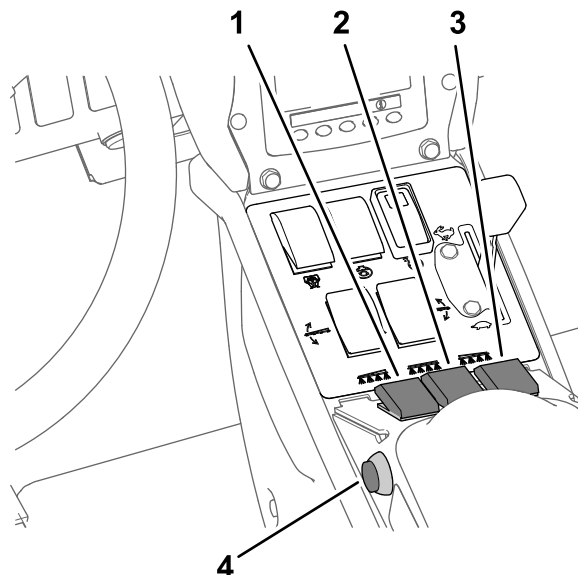

図 41
7. 個別ブームスイッチを ON にセットする図 41。
10. 走行を開始し、所定速度に達したらマスターブームスイッチを ON にすると散布が始まる図 41。
3. マスターブームスイッチを OFF にセットする 図 41 散布率モードでの散布 (ページ 32) を参照。
7. 散布したいブームのスイッチを ON 位置にする 図 41 散布率モードでの散布 (ページ 32) を参照。
9. 希望速度で走行し、マスターブームスイッチを ON にすると散布が始まる 図 41 散布率モードでの散布 (ページ 32) を参照。